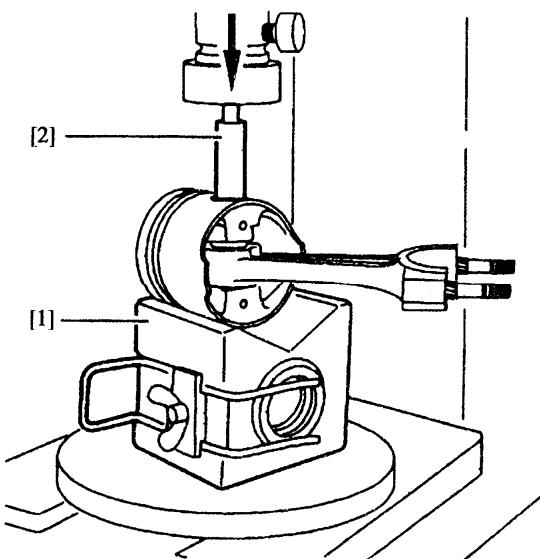

图 2-4-5 拆活塞销
在压力机上用底座工具[1]和活塞销拆装工具[2]将活塞销压出，分离活塞和连杆（见图2-4-5）。注意：①这种方法分离的活塞环不允许再次使用；②在分解连杆大头时应在连杆上标注记号。